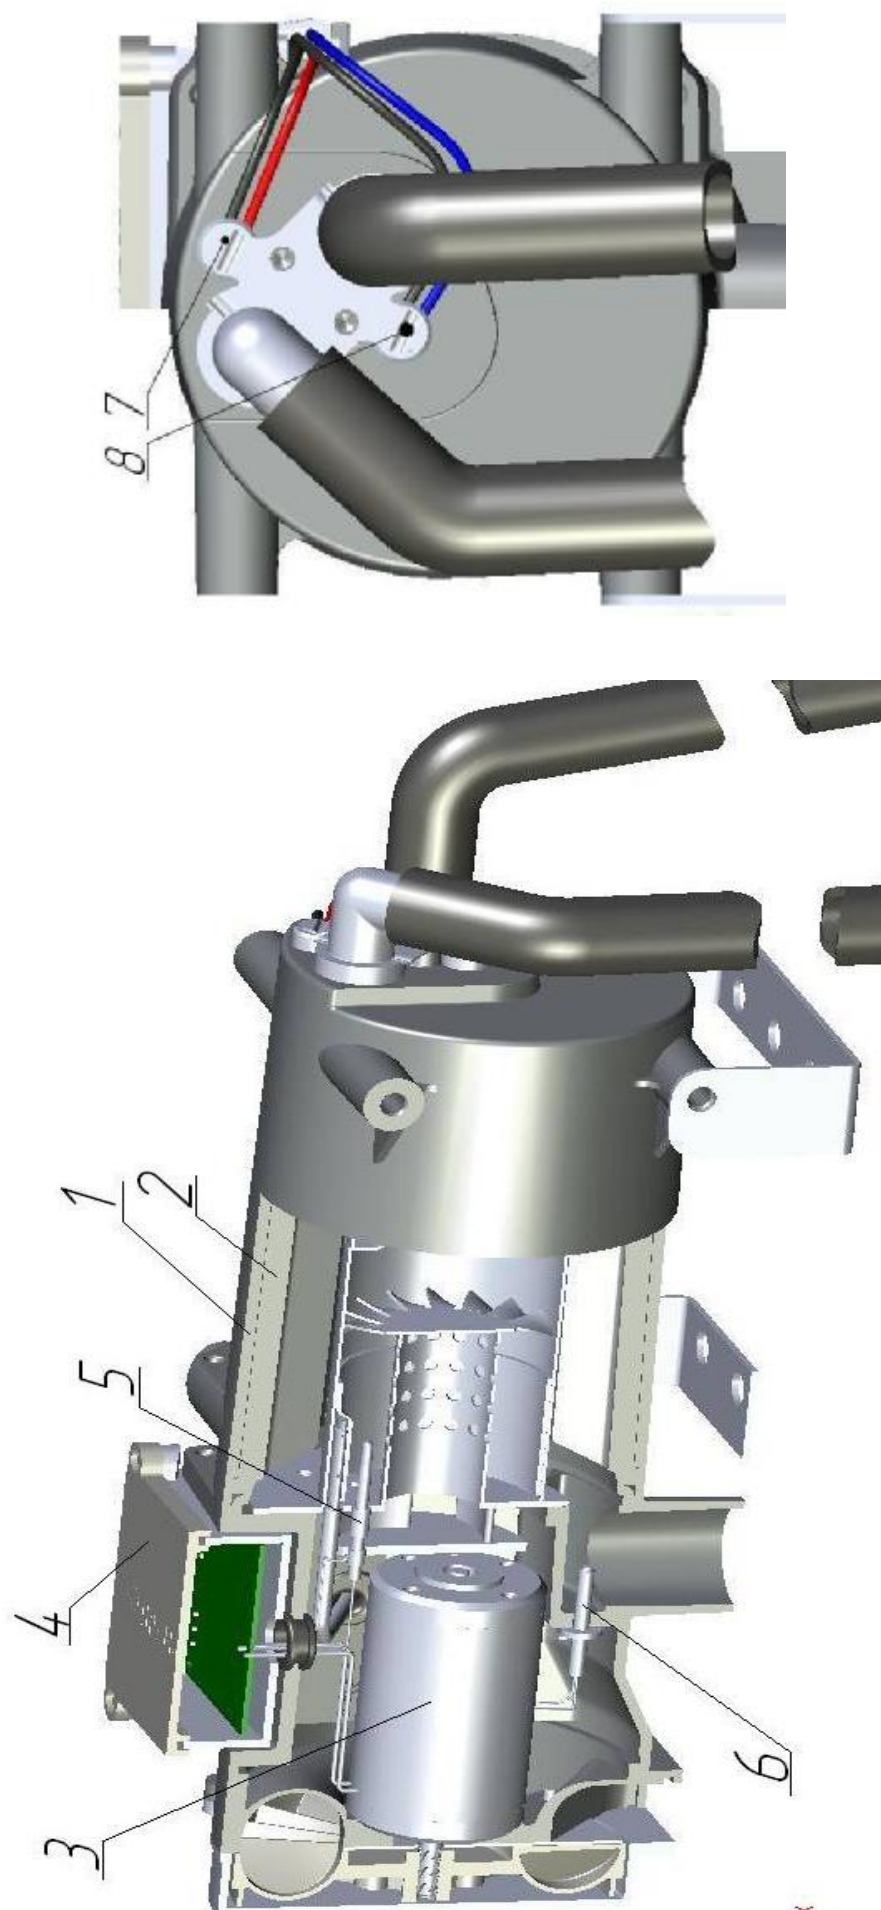

Рис. 2 Основные узлы жидкостного подогревателя «ПРАМОТРОНИК 18Д-24»
4.5 Подогреватель является автономным нагревательным устройством и состоит из следующих основных узлов указанных на рис.2: